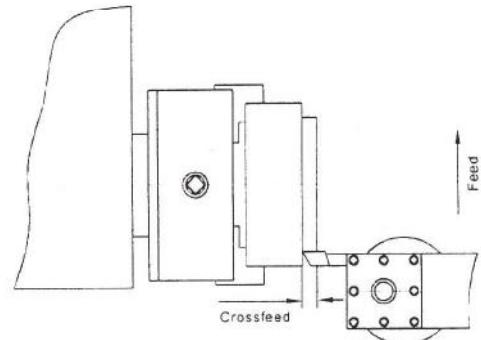

Fig. 10
5.8 Tournage frontale (Fig. 10)